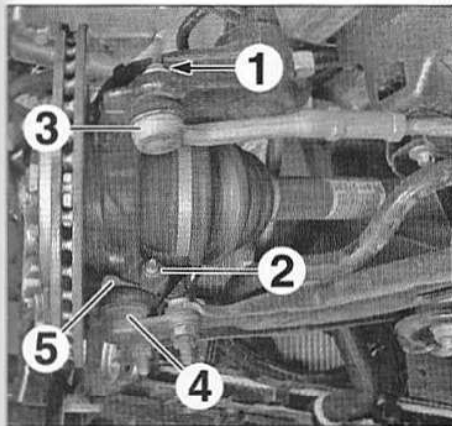
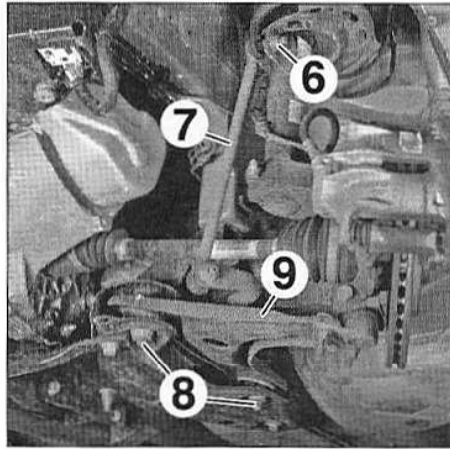
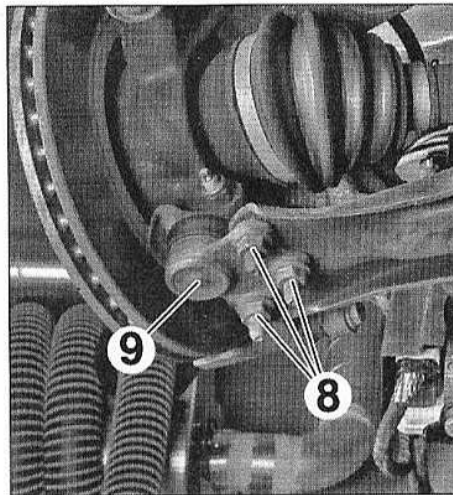

FIG. 15
FIG. 16
FIG.23
- Déposer (Fig.15) :
- l'écrou (1),
- le boulon de bridage (2).
- la rotule de direction (3),
- la rotule inférieure (4).
- Récupérer la protection (5) de la rotule.
- Déposer l'écrou supérieur (6) de la biellette de liaison, en contre-serrant la rotule à l'aide d'une clé à empreinte Torx (Fig.16).
- Ecarter la biellette (7) de l'amortisseur.
- les boulons (8),
- le bras inférieur (9).
• Déposer (Fig.15) :
• Récupérer la protection (5) de la rotule.
• Déposer l'écrou supérieur (6) de la biellette de liaison, en contre-serrant la rotule à l'aide d'une clé à empreinte Torx (Fig.16).
• Ecarter la biellette (7) de l'amortisseur.
• Déposer (Fig.23) :
- la rotule (9).